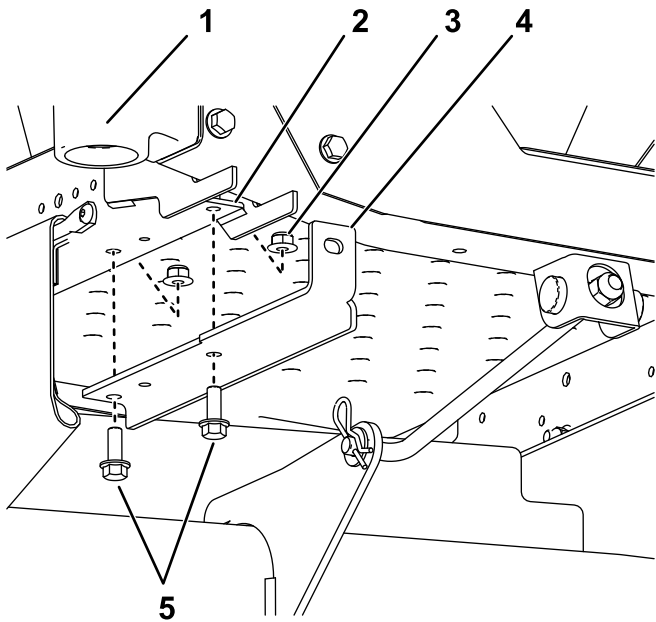

Figure 4
1. Fixez les supports de montage des masses sur le dessous du cadre au moyen de 2 boulons ($\frac{3}{8}$ " x 1") et 2 contre-écrous ($\frac{3}{8}$ "), comme montré à la Figure 4.